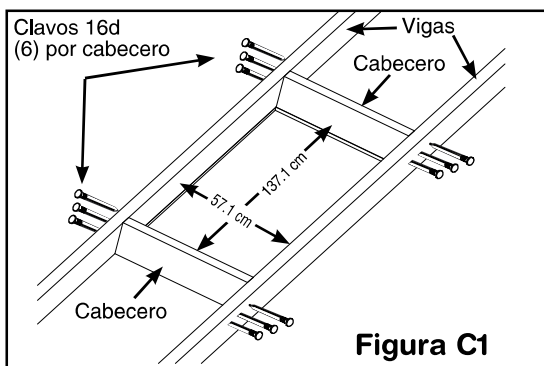

Figura C1
- Inspeccione la abertura para escalera de ático existente, para asegurarse de que cumpla con los requisitos mínimos de construcción y sus medidas sean 57.1 cm (22-1/2") x 137.1 cm (54") (99220-001 Figura C1)